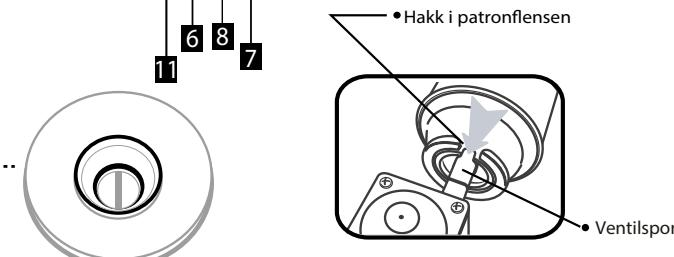

fig. 2
1. Sjekk at betjeningsknappen (8) er satt til "●" ved å vri den med klokken og at patronhendelen (6) er satt til UNLOCK.
2. Åpne patrondekselet (2) og sett inn patronen med hodet pekende mot fronten, slik at hakket peker oppover og innretter seg til sporet (fig.2).